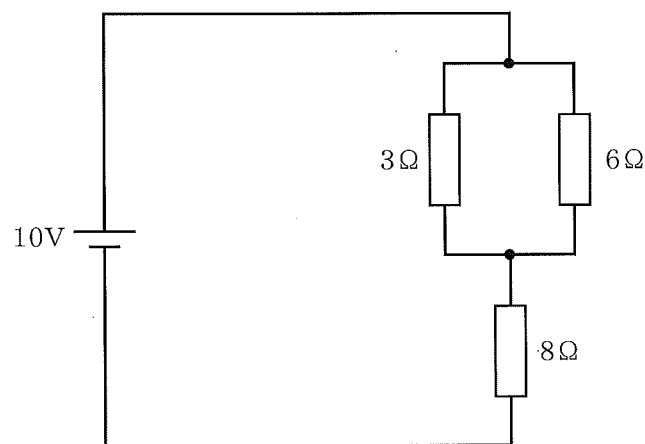

図 1
- (3) 図 1 の回路において、 6Ω の抵抗における電圧降下は何 $[\text{V}]$ か。